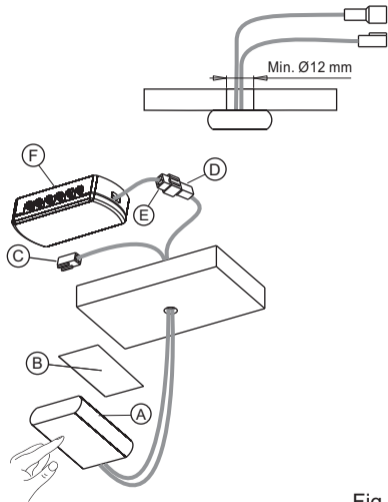

Fig 1
axial position drill a \varnothing 12mm hole on the installation surface as illustrated in the example shown in figure 1. In the event of a specific requirement a power wire exit hole can nevertheless be drilled in other positions as long as it does not compromise the integrity of the wire and/or the connector installed on it.
- For the installation of the device (A) with double-sided adhesive (B) to apply the same on the back side as shown in figure 1
- axialer Position eine Bohrung auf der Montagefläche mit \varnothing 12 mm ausführen (Abb. 1). Je nach den spezifischen Anforderungen kann eine Bohrung für den Austritt des Speisekabels in anderen Positionen ausgeführt werden, sofern diese nicht die Funktionstüchtigkeit des Kabels und/oder des installierten Steckverbinders beeinträchtigen.
- Für den Einbau der Vorrichtung (A) mit einem doppelseitigen Klebstoff (B) dasselbe auf der Rückseite anzuwenden, wie in Abbildung 1 dargestellt.
- **DOT FW** peut être installé avec les câbles en position axiale ou radiale conformément au plan de montage. - Pour des installations avec le câble d'alimentation en position radiale, effectuer un trou sur le plan de montage de \varnothing 12mm comme indiqué dans l'exemple sur la figure 1. En cas d'exigences spécifiques, il est toutefois possible d'effectuer le trou de sortie du câble d'alimentation dans d'autres positions à condition qu'elles ne compromettent pas l'intégrité du câble et/ou du connecteur installé par-dessus.
- Pour l'installation du dispositif (A) avec un adhésif double face (B) pour appliquer le même sur le côté arrière, comme illustré sur la figure 1.